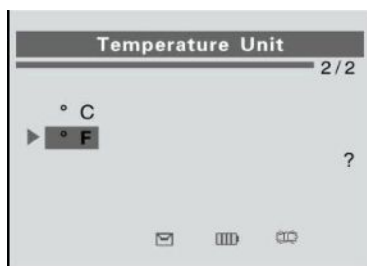

Рисунок 2-9
2) В окне **Temperature Unit [Единица измерения температуры]** с помощью **кнопок прокрутки вверх/вниз** выберите требуемую единицу измерения температуры. См. рисунок 2-9.